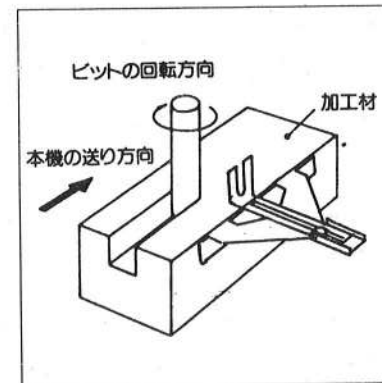

図8
- ④トリマシュー、ストレートガイド、トリマガイドを使用する場合は本機の送り方向に対してガイドが右側に来るようにしてください。(図8参照)